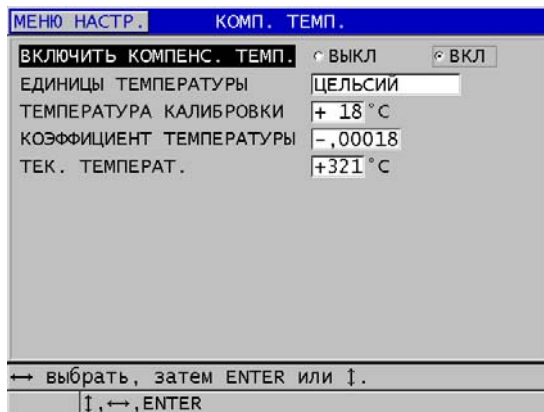

Рис. 10-18 Окно КОМП. ТЕМП.
3. В окне **КОМП. ТЕМП.** (см. Рис. 10-18 на стр. 165):